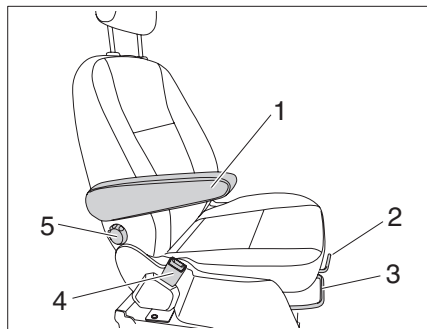

Fig. 14 Asiento del conductor y asiento del acompañante
- ▶ Poner el reposabrazos (Fig. 14,1) hacia arriba.
- ▶ Tirar el gancho (Fig. 14,3) y deslizar el asiento del conductor/acompañante hacia adelante.
- ▶ Tirar la palanca de liberación (Fig. 14,2) y girar el asiento.
- ▶ Tirar del gancho (Fig. 14,3).
- ▶ Girar la rueda de ajuste (Fig. 14,5) para el ajuste del respaldo.